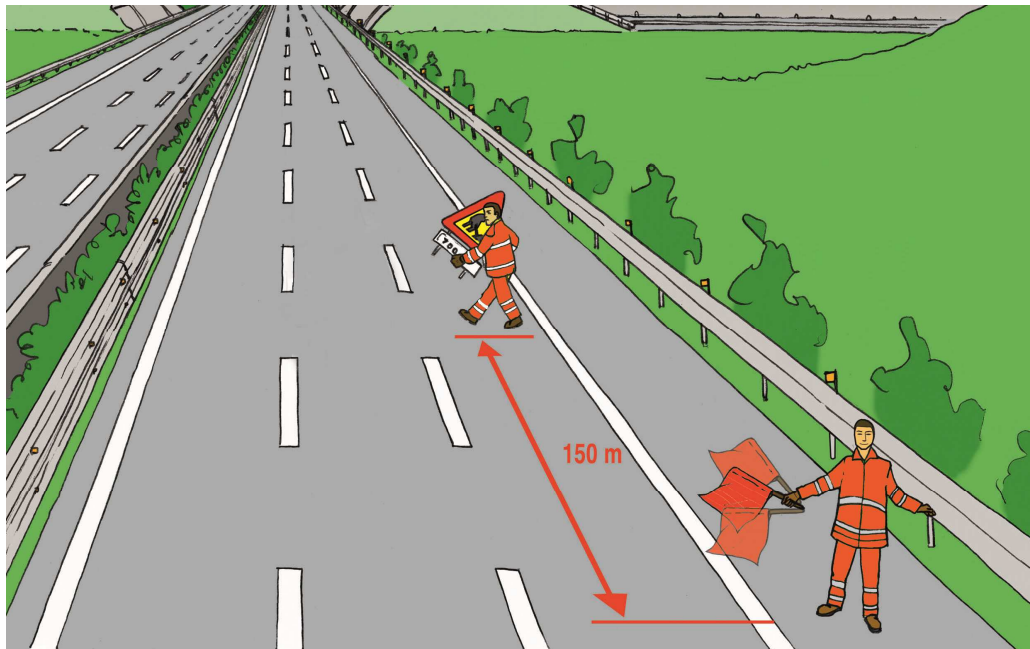

Fig. 3
- *L'attraversamento, per portare i segnali in spartitraffico, deve essere effettuato tenendo il segnale o la lanterna o i supporti sul lato destro del corpo al fine di evitare il possibile effetto vela e mostrando al traffico il lato con la pellicola rinfrangente; (vedi fig. 3)*